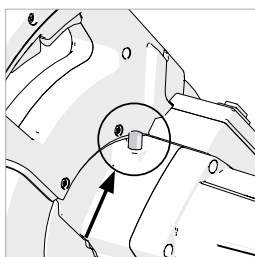

Fig. 39
- Appuyez sur le bouton de verrouillage de l'arbre noir pour verrouiller l'arbre (**Fig. 39**).